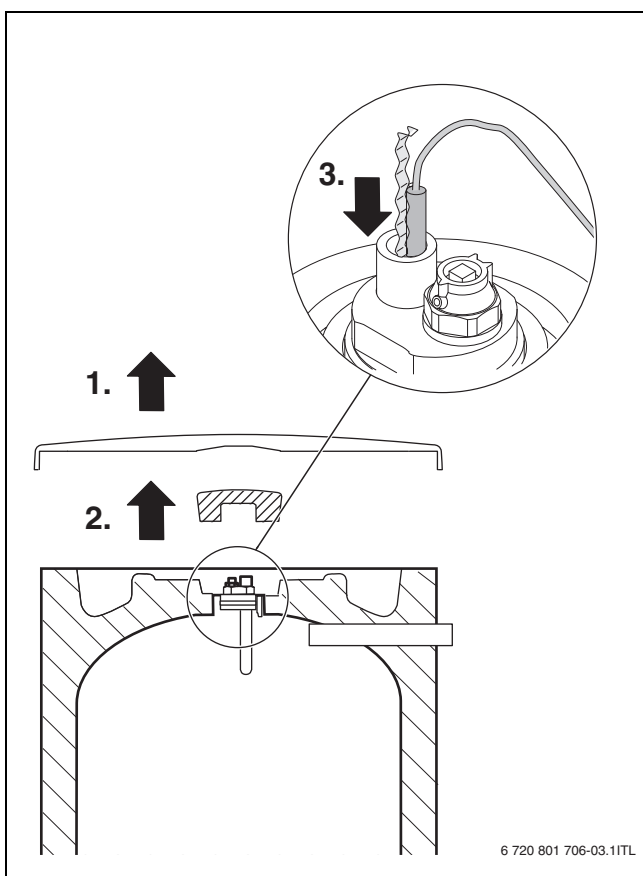

Fig. 10
- ▶ Monter la sonde de température (→ fig. 10, et 11, page 13).